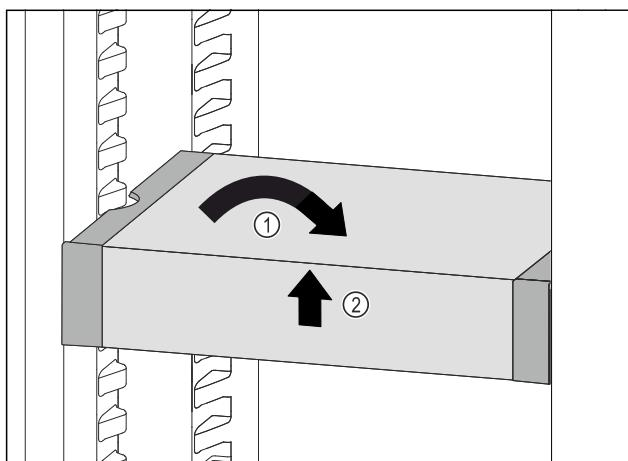

Fig. 95
► Poziționați drept VarioSafe. Fig. 95 (1)
► Ridicați în față VarioSafe. Fig. 95 (2)